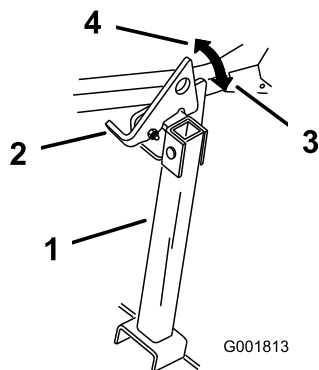

Figura 44
2. Alzate il dispositivo di chiusura per sbloccarlo (Figura 44).